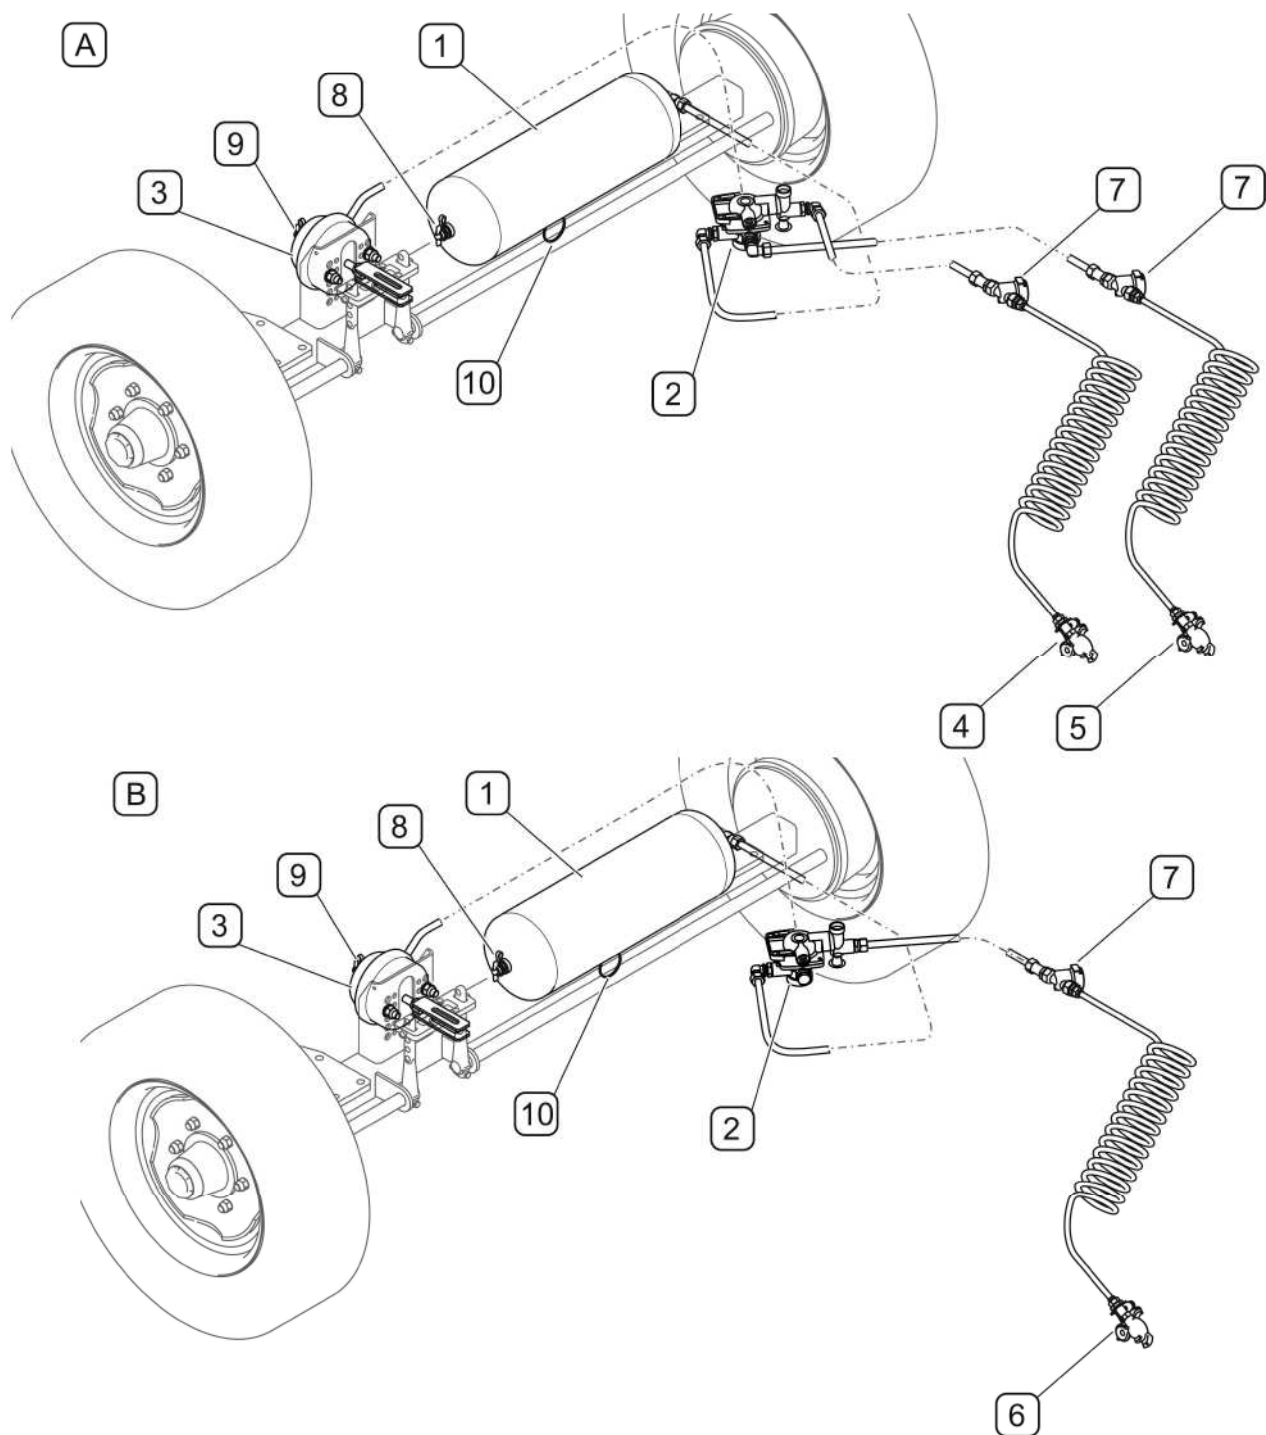

РИСУНОК 3.4А Пневматическая тормозная система
- двухпроводная пневматическая система (А) (РИСУНОК 3.4А),